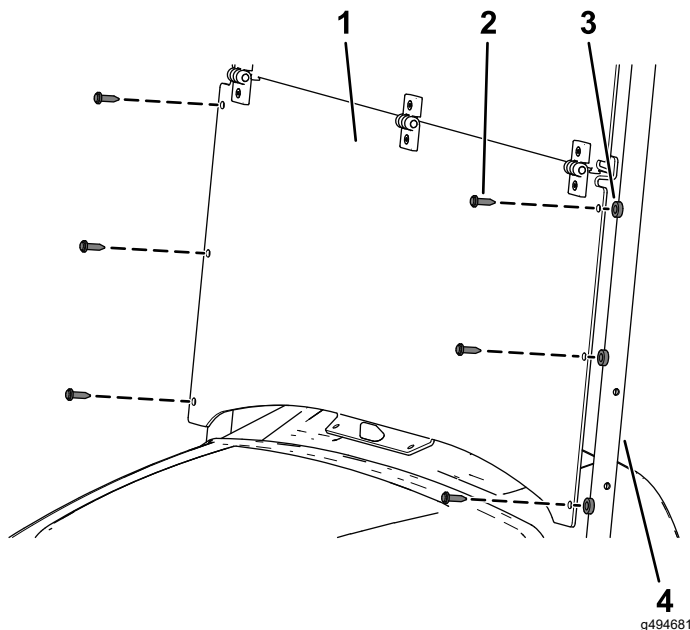

Figura 8
- Alinee los taladros de la parte inferior del parabrisas con los taladros de los tubos de soporte de la capota (Figura 8).
- Sujete los lados del parabrisas a los tubos de soporte de la capota con 6 espaciadores de plástico y 6 remaches de plástico largos (Figura 8).